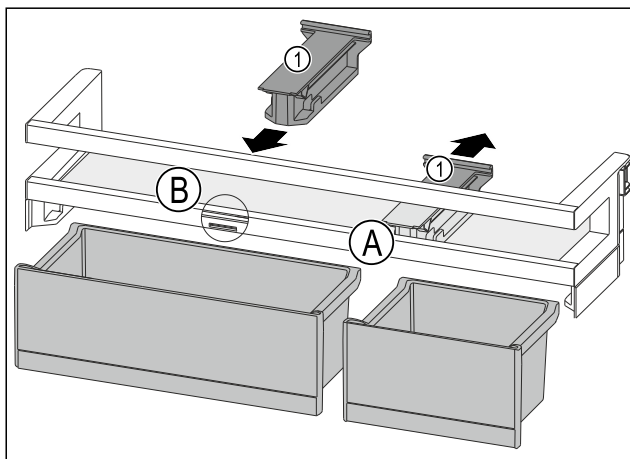

Fig. 147
- ▶ Držák Fig. 147 (1) v poloze Fig. 147 (A) stáhněte dozadu.
- ▶ Držák Fig. 147 (1) vložte v poloze Fig. 147 (B).